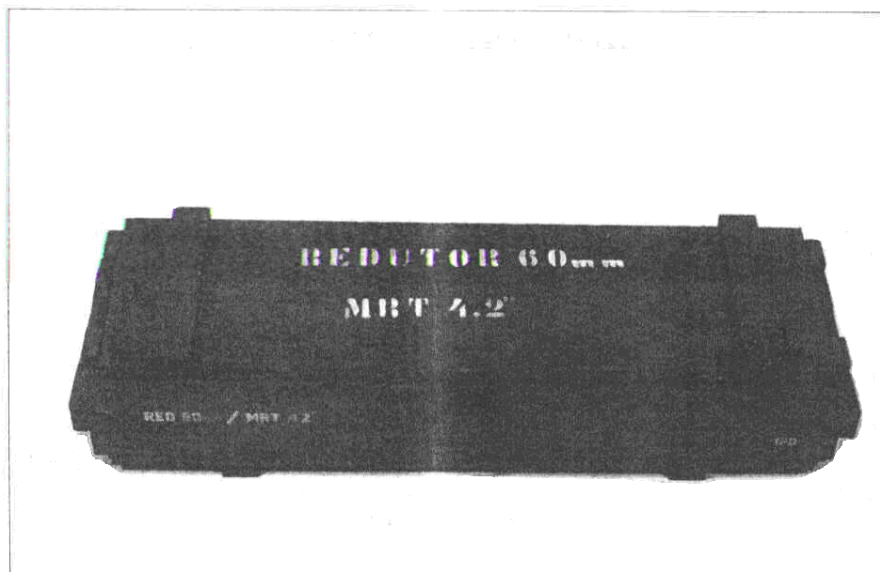

Fig 3-1. Caixa de madeira
a. O Redutor de 60mm para Mrt 4.2'' é transportado num cunhete de madeira, pintado de verde-oliva com inscrições de cor branca, possuindo encaixes para as peças, evitando que se danifiquem durante o transporte (Fig 3-1 e 3-2).